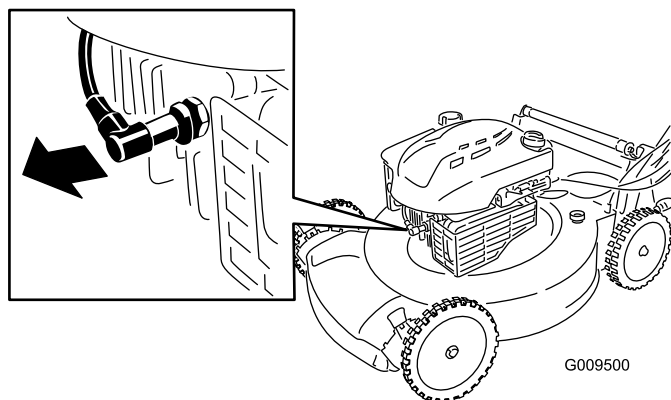

Рисунок 18
2. Отсоедините провод от свечи зажигания (Рисунок 18), прежде чем выполнять любые процедуры технического обслуживания.